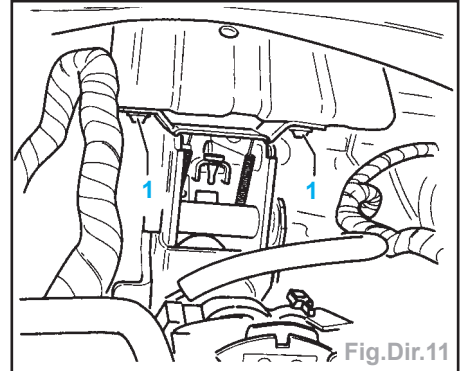

Fig.Dir.11
- Percer les vis sans tête (1) (Fig.Dir.11).